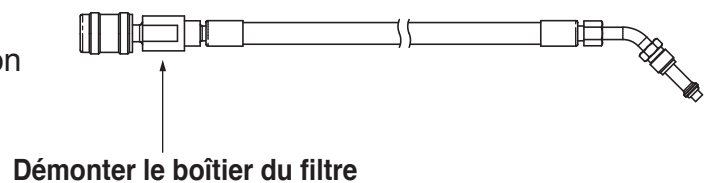

Figure 14
3. Démontez le tuyau de remplissage du réservoir au niveau du boîtier du filtre comme illustré sur la Figure 14.